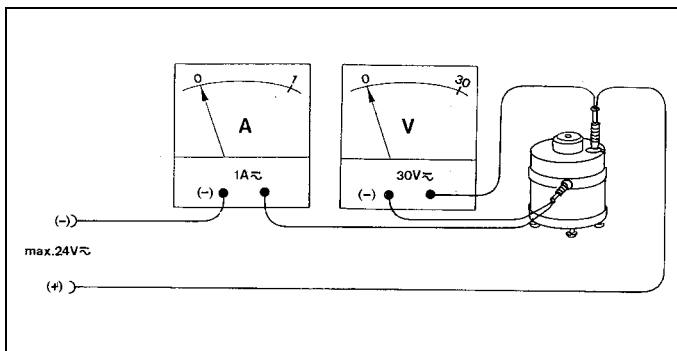

Fig. 6
ou (voir fig. 6)
ó (véase la Fig. 6)
- conformément à la fig. 6 avec un ampèremètre-voltmètre, soit
- según la Fig. 6, con amperímetro y voltímetro, o bien,